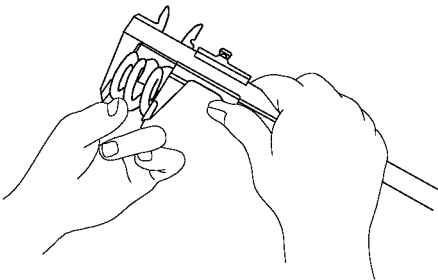

图 14-168 测量弹簧的自由长度
(4) 检查弹簧的自由长度。测量弹簧的自由长度，如图 14-168 所示。